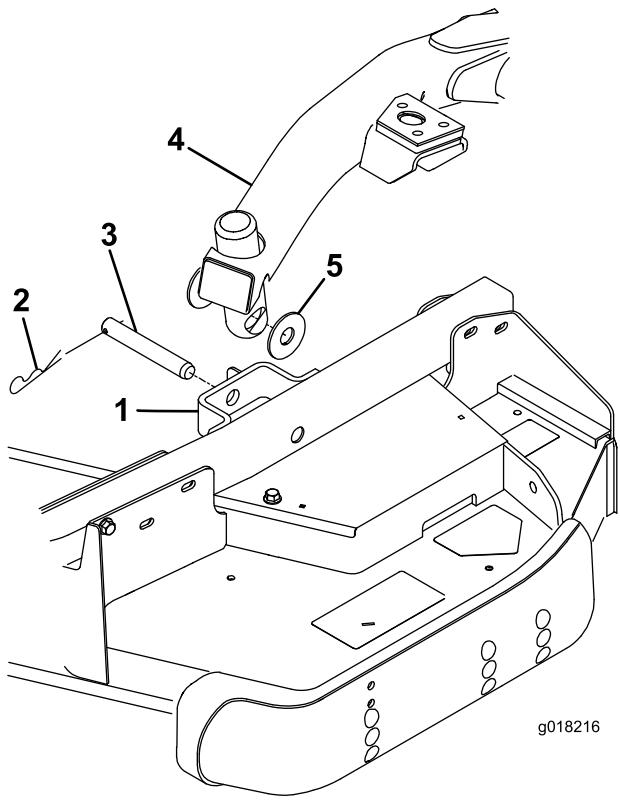

Figura 26
4. Presione el interruptor de elevación hacia adelante, a la posición de FLOTACIÓN. Empuje hacia abajo uno de los brazos de elevación hasta que los taladros del brazo de elevación estén alineados con los taladros del soporte del brazo de la rueda giratoria y pueda insertar la varilla de ajuste de altura de corte en los alojamientos del brazo de elevación (Figura 26).
5. Fije el brazo de elevación al brazo de la rueda giratoria con las 2 arandela de empuje, un pasador de horquilla y una chaveta, coloque las arandelas de empuje entre el brazo de elevación y el soporte del brazo de la rueda giratoria (Figura 26) e introduzca el extremo del pasador de horquilla en la ranura de la pestaña del brazo de la rueda giratoria para retener el pasador.